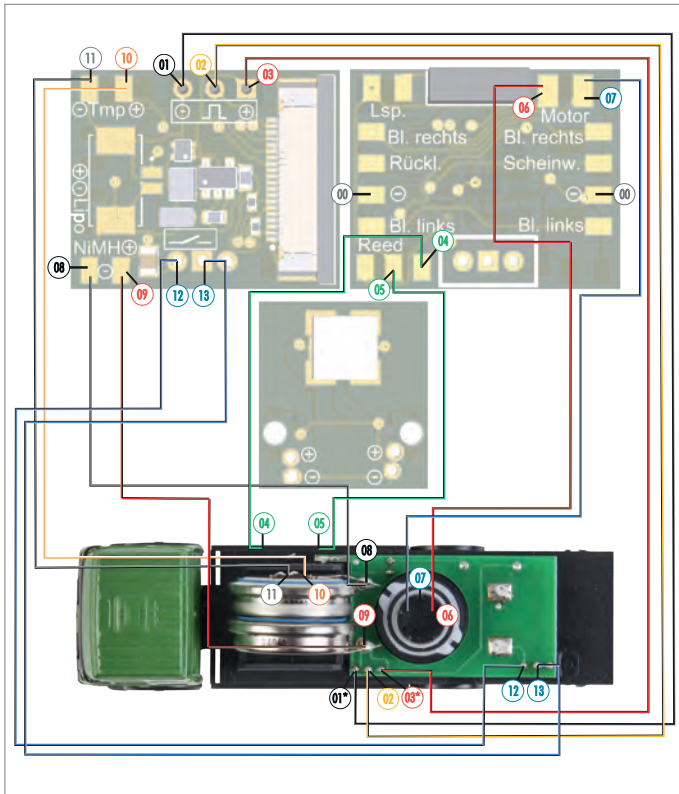

Abb. 40: Anschlussschema, Typ LKW-Modell mit Universalplatine, Akkus gelötet.
**\*HINWEIS:** Beachten Sie den zuvor von Ihnen definierten und markierten "+" (Plus)-Pol der Ladebuchse und verbinden Sie diesen mit dem Anschluss "03" der Umrüstplatine. Im Anschlussschema Abb. 40 sind "01" und "03" fahrzeugseitig lediglich Beispielbelegungen. S.a. Kap. "Fahrzeug umrüsten".